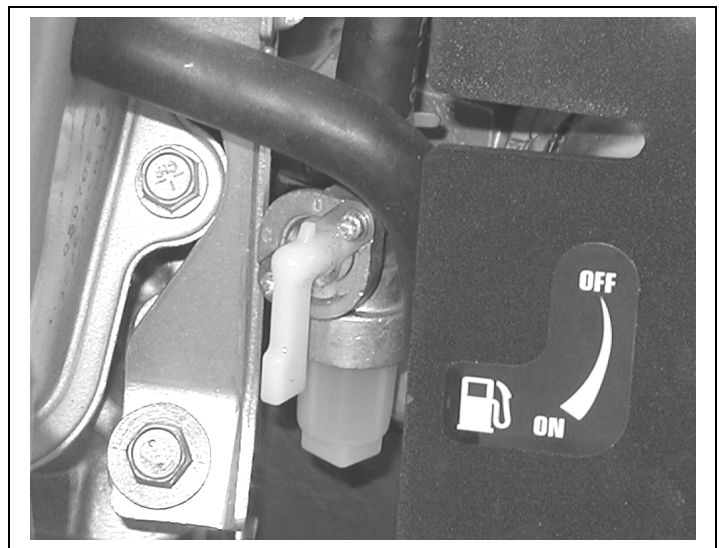

Figure 6
Le robinet d'essence (figure 6) permet de couper l'alimentation en carburant lorsqu'il est en position verticale (comme sur la figure 6). Il alimente le moteur lorsqu'il est position horizontale.
- Tournez le levier d'alimentation d'essence sur la position horizontale (figure 6).
- Fermez le robinet d'essence (figure 6).